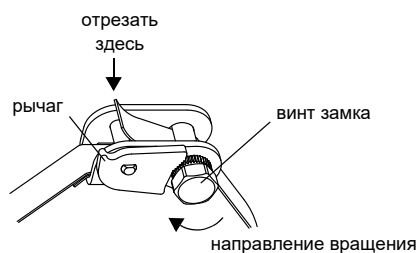

Рис. 8.16: Храповой замок со стальной лентой
- Отрежьте лишнюю стальную ленту (смотри Рис. 8.16).
Внимание! Надавите на рычаг вниз, чтобы отпустить винт и стальную ленту (смотри Рис. 8.16).